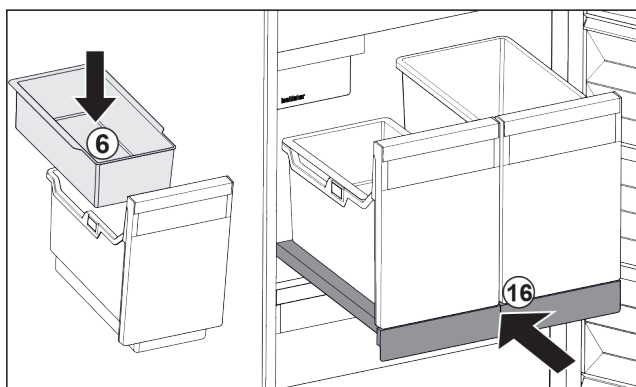

Fig. 96
- ▶ Inserire la vaschetta da agganciare Fig. 96 (6) per i cubetti di ghiaccio.
- ▶ Inserire il ripiano estraibile con il contenitore (IceTower). Fig. 96 (16)